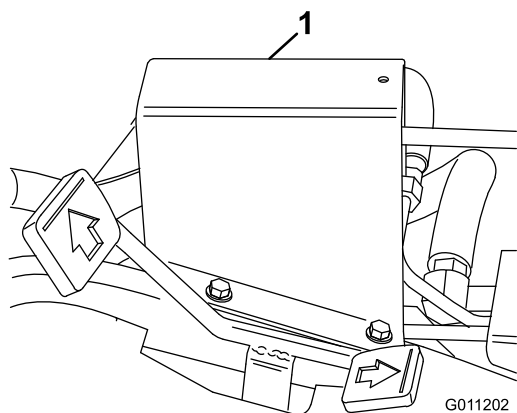

Figura 41
1. Posizionate le bobine 1, 2 e 3 in folle (centro della corsa) e rimuovete la protezione dell'asta di trasferimento dal pannello della pedaliera (Figura 41).